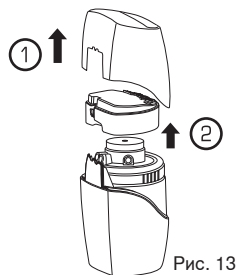

Рис. 13
2. **Снимите крышку** ①. **Снимите электронный модуль** ② (рис. 13).